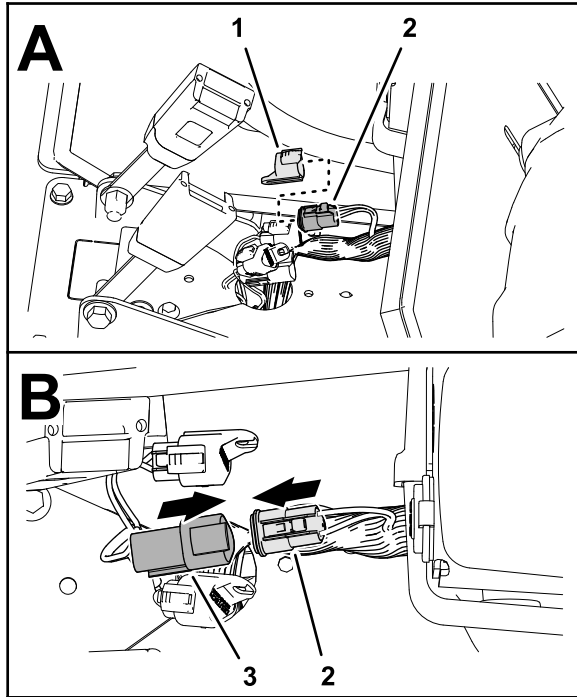

Figure 173
1. Retirez le capuchon du connecteur à 3 douilles du faisceau de la machine (étiqueté CAN DIAGNOSTICS INTERCONNECT), comme montré à la Figure 173.
2. Branchez le connecteur à 3 broches du faisceau de bus ISO-CAN (étiqueté To TORO CANBUS) dans le connecteur à 3 douilles du faisceau de la machine (étiqueté CAN DIAGNOSTICS INTERCONNECT), comme montré à la Figure 173.